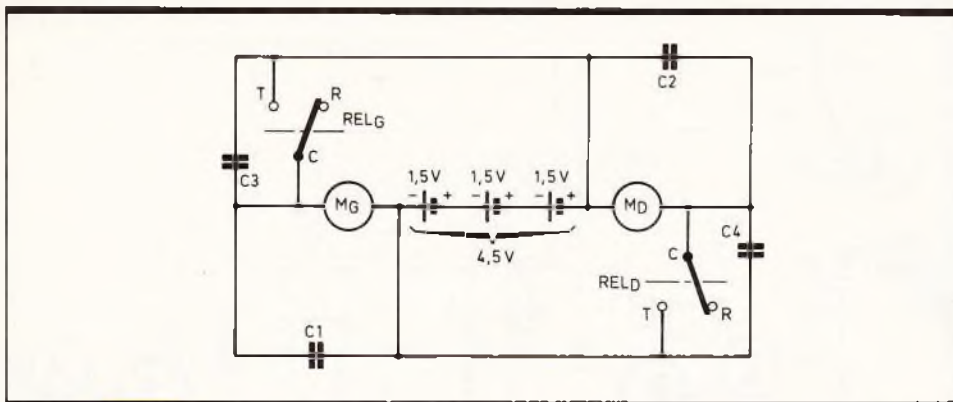

Fig. 5 Le circuit de puissance alimenté sous 4,5 V.
j) Circuit de puissance (fig. 5)